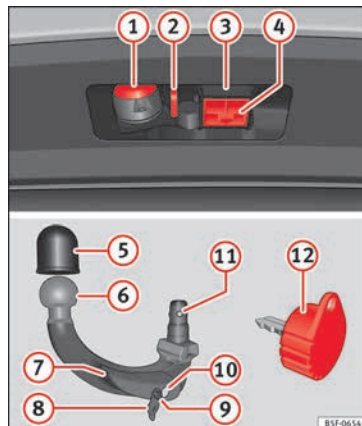

Fig. 219 Soporte del dispositivo de enganche para remolque / bola desmontable / llave
Leyenda de la »» fig. 219
- Extraiga el tapón de alojamiento del gancho (4) » **fig. 219** hacia abajo.